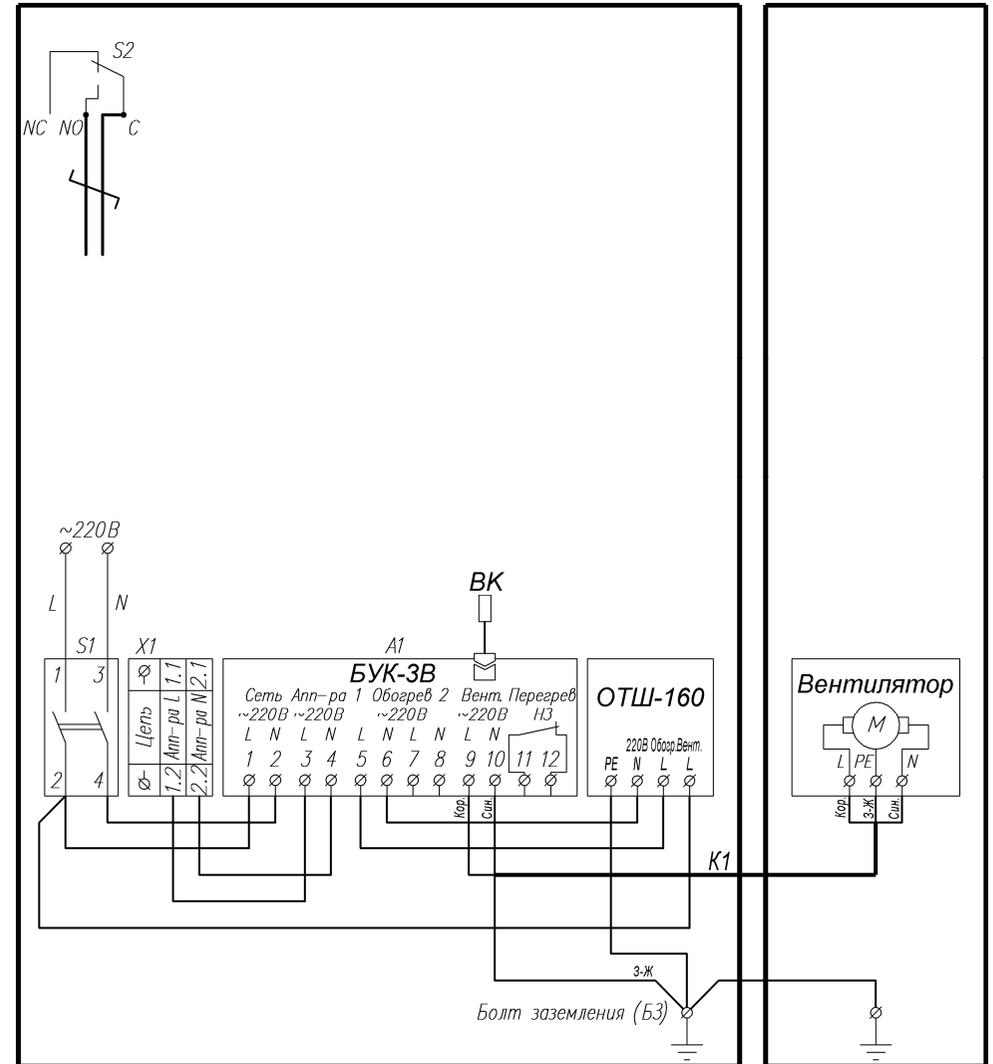

Рис.3 Схема электрическая принципиальная
2. Отсоединить провода кабеля К1 (рис.3) от колодки вентилятора.
Термощаф необходимо заземлить при помощи болта заземления (БЗ) (рис.3).